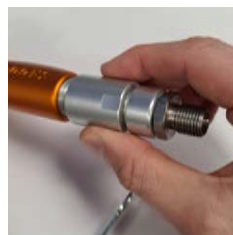

Fig.03
- 3.- Dévissez le raccord tournant du pistolet (figure 03).